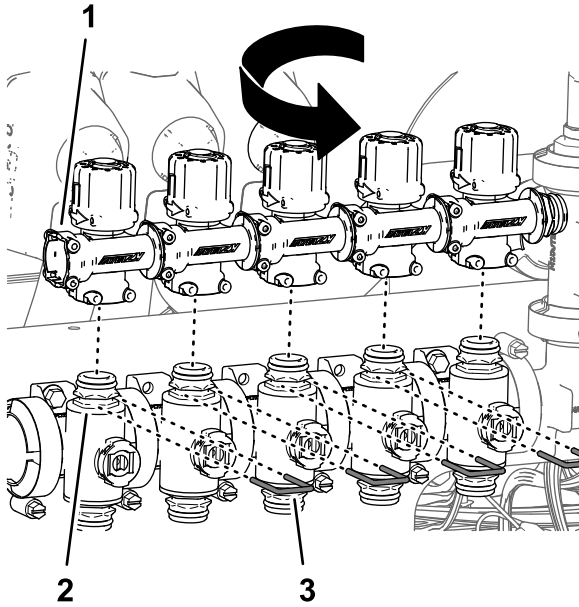

Figura 102
6. Rode as válvulas de distribuição 180° e monte-as nas uniões de desligação rápida das válvulas de secção (Figura 102).
7. Prenda as válvulas de distribuição nas válvulas de secção com os retentores (Figura 102) que removeu no passo 4.